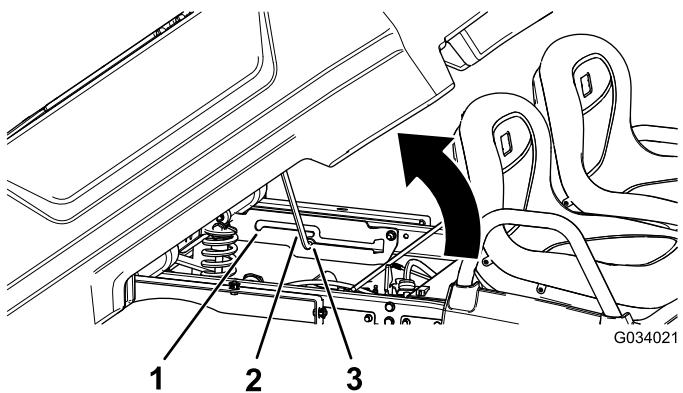

図 14
2. プロップロッドをダンプ位置の固定スロットにはめ込んで荷台を固定する図 14。
- プロップロッドを整備位置の固定スロットにはめ込んで荷台を固定する図 14。
- 荷台の底部のスロットにはめ込んであった支え棒を外す図 14)。